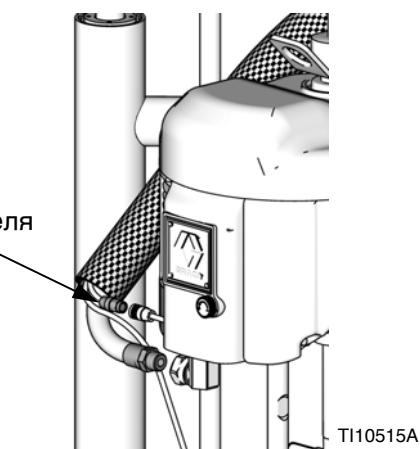
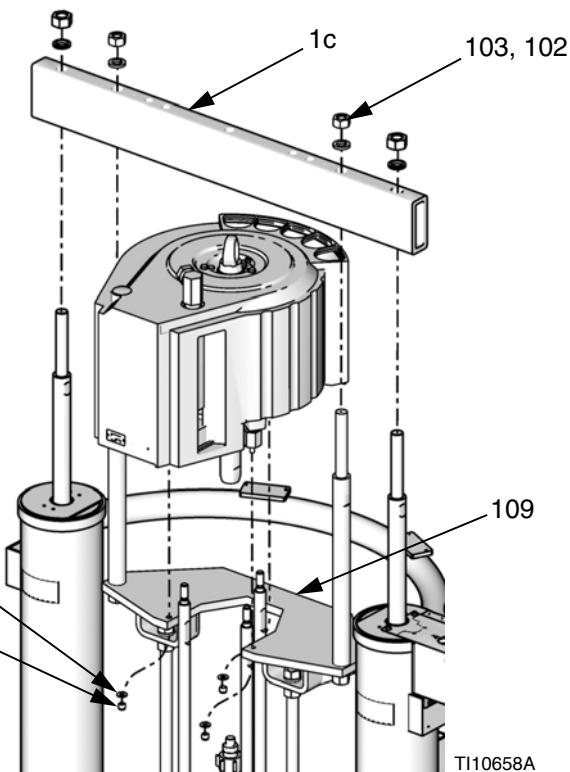
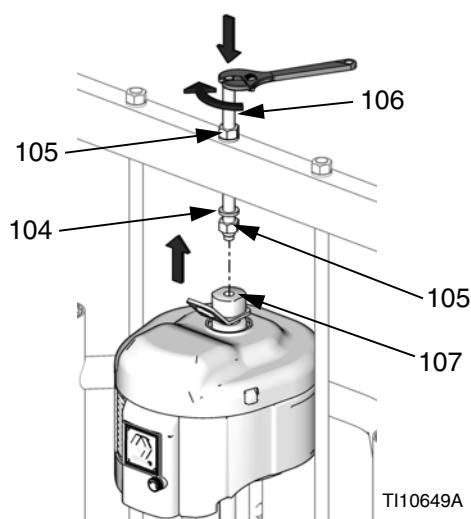

Рис. 23
Рис. 28
Рис. 29
- b. Установите резьбовой стержень (106) через центральное отверстие в поперечине. Установите стопорные шайбы (104) и гайки (105) на резьбовой стержень (106), внизу и наверху поперечины. С помощью гаечного ключа удерживайте адаптер подъемного кольца (107) и затяните резьбовой стержень (106) на адаптере подъемного кольца (107) с помощью другого ключа. См. Рис. 29.
- c. Затяните гайку (105) под поперечиной до момента не более 25 футо-фунтов (34 Н м).
- d. Затяните гайки (105) над поперечиной для фиксации двигателя.
- e. Подсоедините воздушный шланг к двигателю. При использовании дистанционного блока DataTrak, подсоедините электрические провода к пневмодвигателю. См. Рис. 23, стр. 21.
- b. Подсоедините воздушный шланг к двигателю. При использовании дистанционного блока DataTrak, подсоедините электрические провода к пневмодвигателю. См. Рис. 23, стр. 21.
1. С помощью соответствующего подъемного устройства, опустите пневмодвигатель на монтажную пластину (109). См. Рис. 28.
2. Закрепите двигатель на монтажной пластине (109) с помощью гаек (114) и шайб (113).
3. Установите поперечину (1c), гайки (103) и шайбы (102).
5. Подсоедините воздушный шланг к двигателю. При использовании дистанционного блока DataTrak, подсоедините электрические провода к пневмодвигателю. См. Рис. 23, стр. 21.